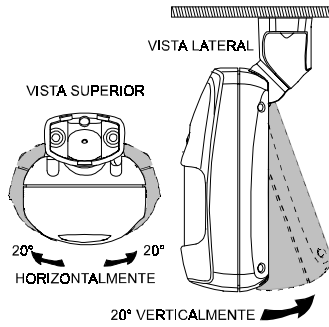

Figura 10. Límites de movimiento de la rótula
- J. Mueva el detector para que encare la dirección deseada. La Figura 10 muestra las posibilidades de orientación.